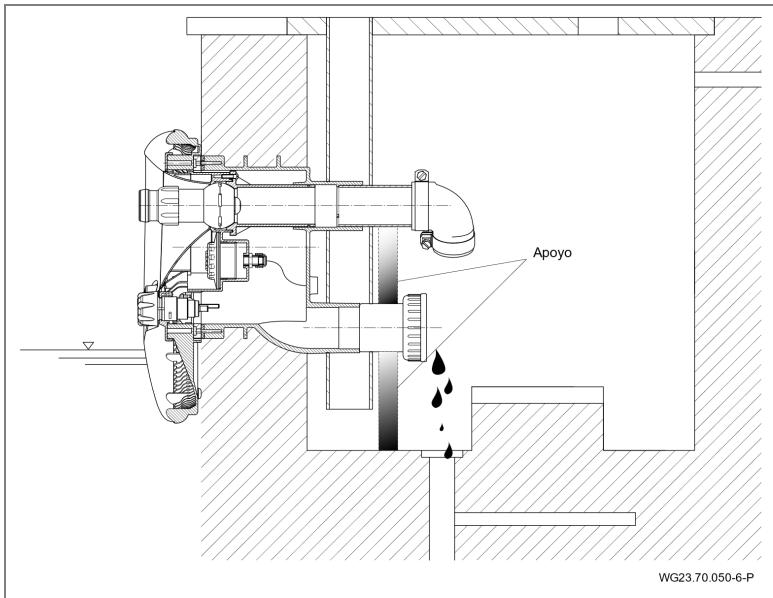

Fig. 29
3. Descargar la tubería de aspiración e impulsión por medio de apoyos. Ver "Fig. 29", página 46.